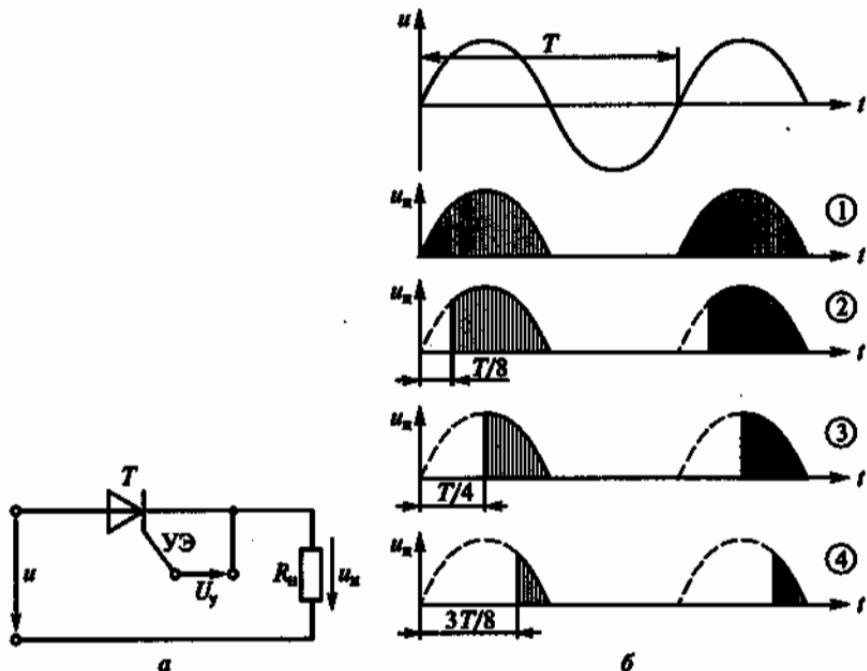

Рис. 119
3.84.Р. На рис. 119, *a* изображена схема управляемого однополупериодного выпрямителя с тиристором T , который до подачи управляющего напряжения U_y на управляющий электрод (УЭ) заперт и ток не пропускает. После подачи U_y на УЭ тиристор отпирается, его сопротивление резко снижается, и он пропускает ток. В обратном направлении тиристор ток не пропускает. Зависимости напряжения на нагрузке u_n при синусоидальном напряжении
сети и от момента подачи U_y на УЭ показаны на четырех графиках рис. 119, б, из которых видно, что, изменяя момент подачи U_y на УЭ, можно изменять среднее значение выпрямленного напряжения.